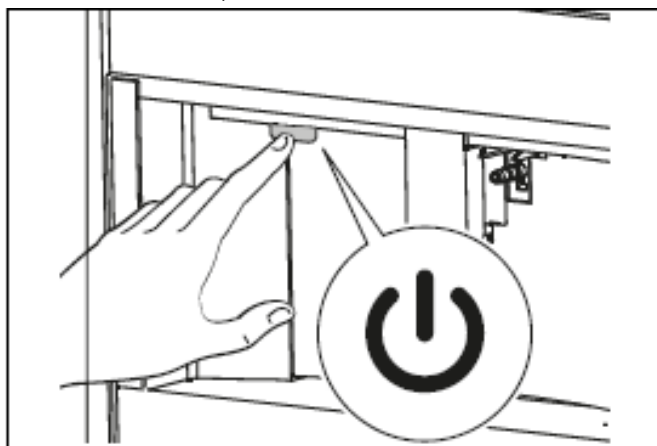

Рис. 23
Чтобы включить прибор, нажмите кнопку питания (A7 — рис. 23): на дисплее появится сообщение «Нагрев, пожалуйста, подождите».
- Чтобы выключить прибор, нажмите кнопку питания (A7 — рис. 23).
- 1) Сначала выключите прибор, нажав кнопку питания (A7 — рис. 23);
Используйте эту функцию для подачи горячей воды из носиков подачи кофе (A13), чтобы очистить и нагреть внутренний контур прибора. Установите под носиками подачи кофе и горячей воды емкость объемом не менее 100 мл (рис. 23).